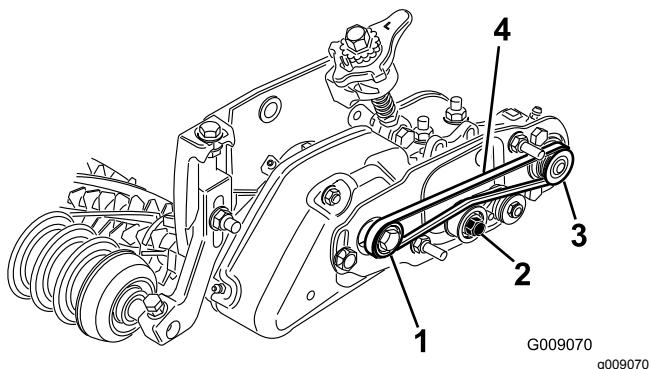

Bild 32
- Verlegen Sie den Riemen um die **Antriebsscheibe** und dann über die Oberseite der Spannscheibe (**Bild 32**).
- Verlegen Sie den Riemen von der **Antriebsscheibe** ausgehend (**Bild 32**).